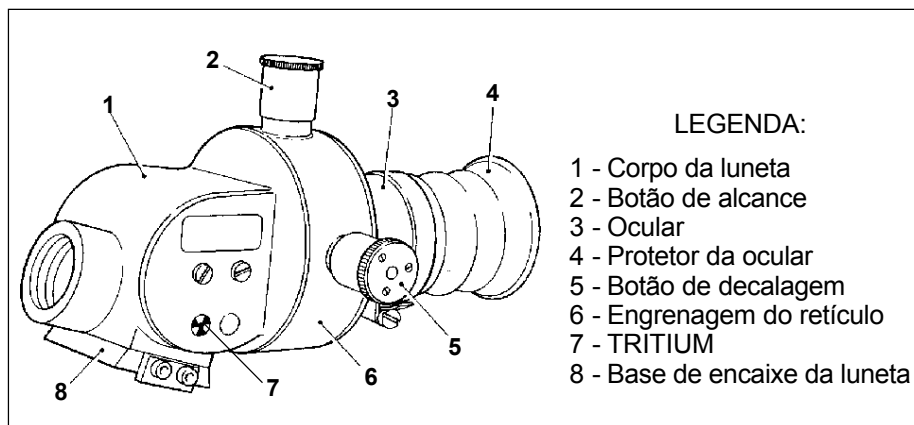

Fig 11-14. Luneta para tiro direto
b. Coloque a luneta para tiro direto (Fig 11-14) em seu suporte.
(1) Ponto Afastado: